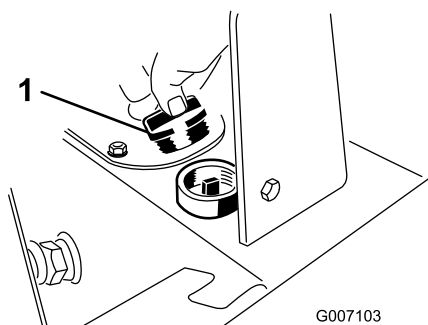
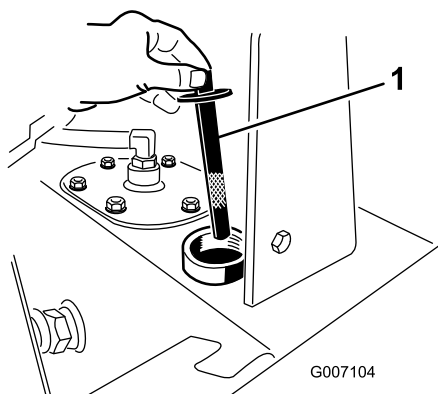

Figure 72
Figure 73
6. Enlevez le bouchon et la jauge du réservoir hydraulique (Figure 72 et Figure 73).